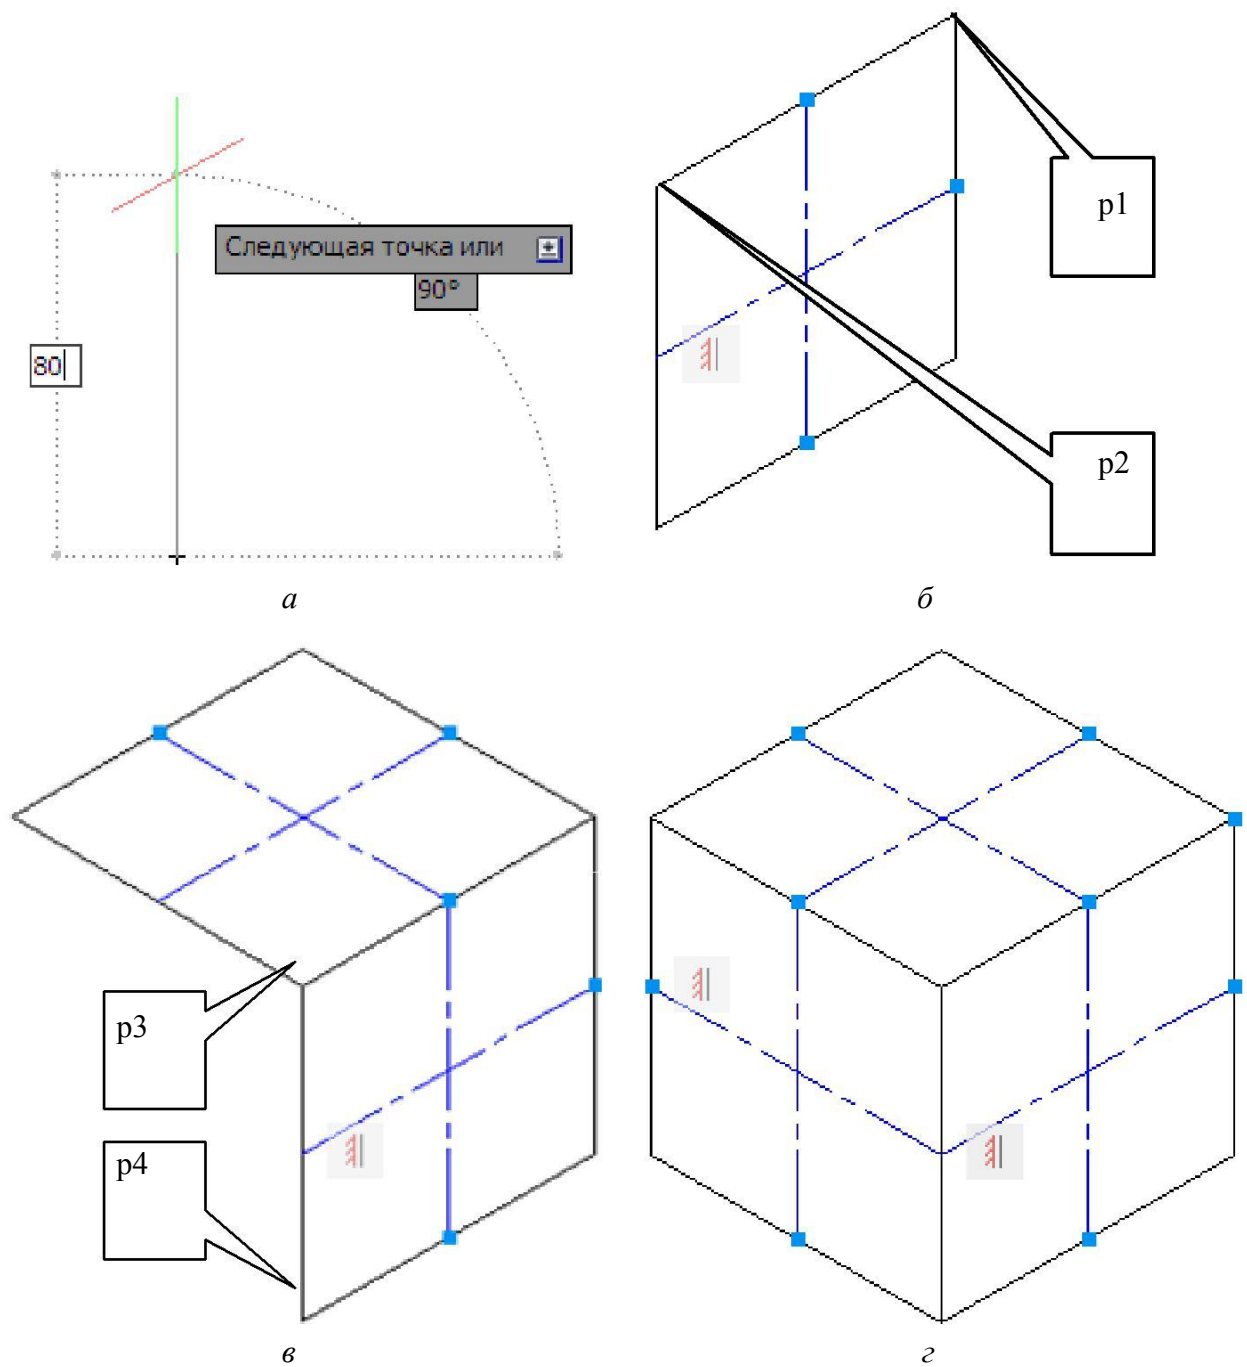

Рис. 1.27. Последовательность построения куба с использованием команды **Зеркальное отражение (Mirror)**
10. Выполнить изображение правой грани куба, ребро которого составляет 80 мм в изометрической проекции (см. рис. 1.27, а). Установить изометрический тип привязки: **Сервис (Tools) → Режимы рисования (Drawing settings) → Шаг и сетка (Snap and Grid) → Тип привязки (Snap type) → Изометрическая (Isometric snap)**. Установить режим **Орто (Ortho Mode)**.
12. Выполнить изображение куба с использованием команды **Зеркальное отражение (Mirror)**  (см. п. 2.4.3). Точки, определяющие положение оси первого отражения, обозначены точками p1, p2 (рис. 1.27, а, б), и соответственно второго – p3 и p4 (см. рис. 1.27, б, в). Результат изображения куба показан на рис. 1.27, г.